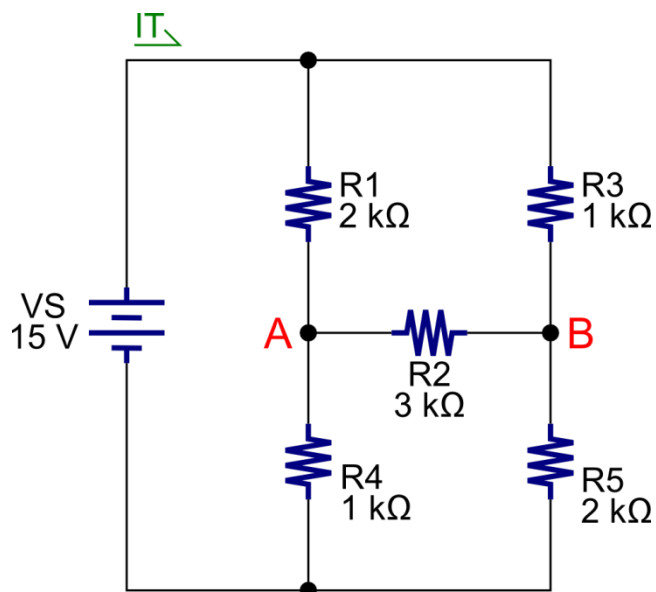

Figura 3. Circuito de Puente de Wheatstone para conversión estrella-delta.
5. Aplique la conversión delta-estrella a las resistencias R_1 , R_2 y R_3 del circuito de la Figura 3. Obtenga el equivalente en estrella y calcule la corriente total que circula por este circuito. Calcule la corriente que pasa por las resistencias R_4 y R_5 . Calcule la tensión en los puntos A y B.
1. Construya el circuito de medición de la Figura 3.